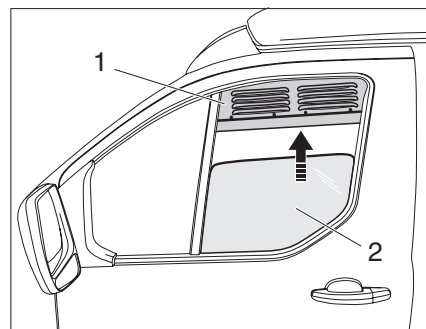

Fig. 11 Colocar las rejillas de ventilación
Guardar la rejilla de ventilación (Fig. 11, 1) de forma segura mientras conduce.
- ▶ Baje la ventana del vehículo (Fig. 11,2).
- ▶ Instale la rejilla de ventilación (Fig. 11,1) en la parte superior del marco de la ventana.